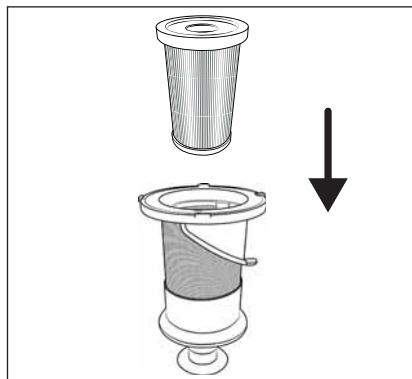

Fig. 24
❶ Indicație
- Nu rotiți filtrul din oțel inoxidabil ❸ atunci când îl introduceți în recipientul de praf ❹. Aveți grijă, de asemenea, la cele două marcaje cu puncte de pe filtrul din oțel inoxidabil ❸ și recipientul de praf ❹ pentru a introduce corect filtrul din oțel inoxidabil ❸.
- 7) Introduceți filtrul EPA ❺ în filtrul din oțel inoxidabil ❸ (a se vedea fig. 24).